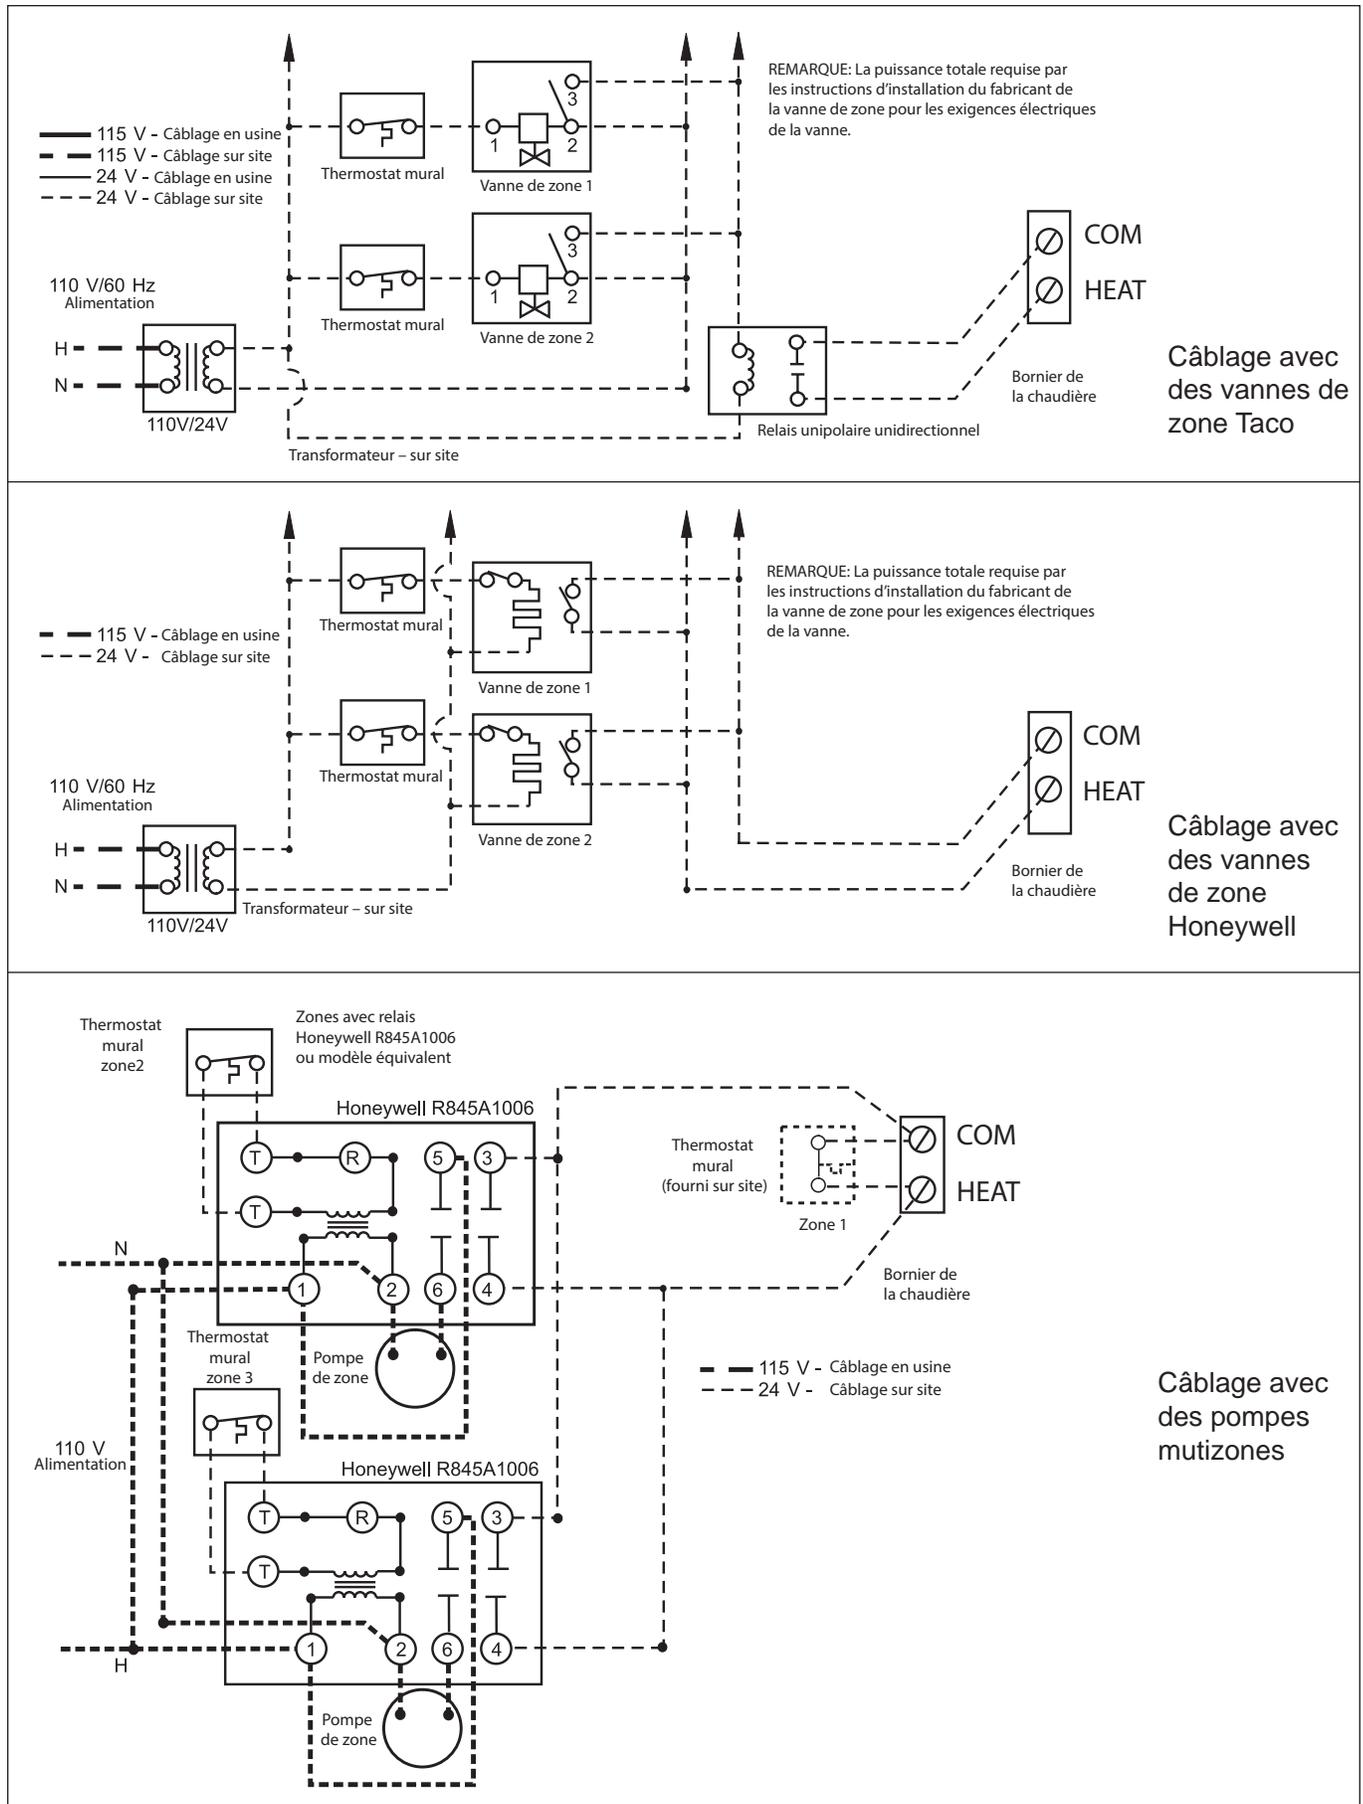

Figure 17. Câblage multizones.
6. Pour les installations avec des pompes ou des vannes à zones multiples (**voir Figure 17**).